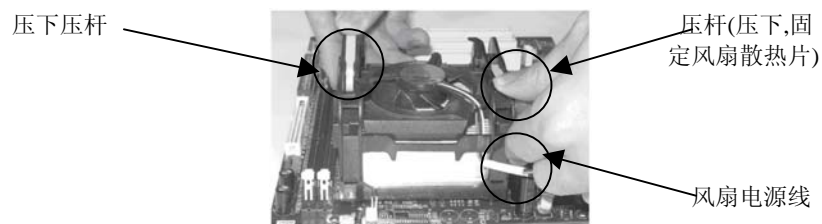

图 5
3. 将冷却风扇安装在散热片的顶部。向下压风扇直到它的四个卡子嵌入支撑机构上对应的孔中。(图 5)
4. 将两个压杆压下以固定风扇。每个压杆都只能沿一个方向压下。支撑机构压杆。(图 5)